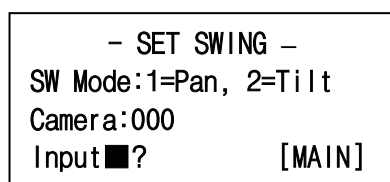

図3-33
**Swing 設定:** SET → Swing(図3-33) Mode選択(1=Pan,2=Tilt) → ENT